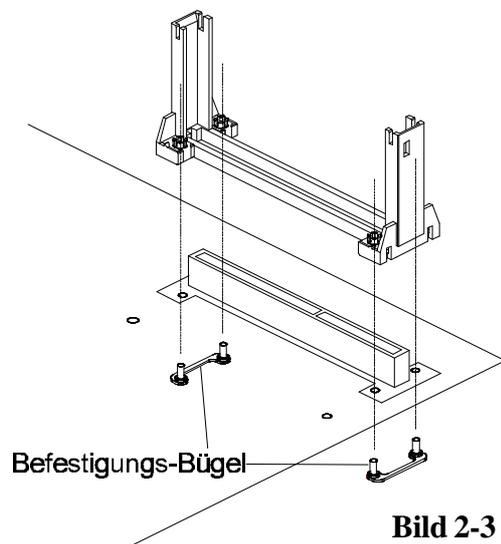
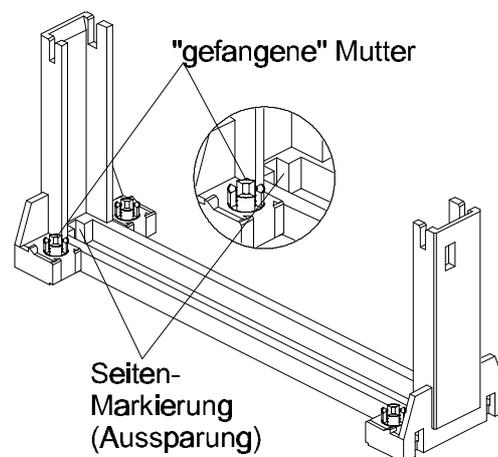

Bild 2-3
Bild 2-4
2. Setzen Sie die beiden Befestigungsbügel von unten gegen das Mainboard. Die Schraubgewinde werden hierbei durch die entsprechenden Befestigungslöcher des Mainboards gesteckt. Die Ausrichtung der Befestigungsbügel ist in Bild 2-3 dargestellt.
3. Setzen Sie den CPU-Ständer der Halterungsvorrichtung so auf das Mainboard, daß damit der Slot 1 eingerahmt wird (siehe Bild 2-3). Stellen Sie dabei sicher, daß die in Bild 2-4 gezeigte Markierung des Ständers zu Pin 1 des CPU-Sockel (Slot 1) zeigt.
4. Im Standfuß des CPU-Ständers befinden sich vier Muttern mit Kreuzschlitz, die zwar gedreht, aber nicht vom Ständer getrennt werden können (siehe auch Bild 2-4). Verschrauben Sie diese Muttern mit den Befestigungs-Bügeln und fixieren so den CPU-Ständer auf dem Mainboard.